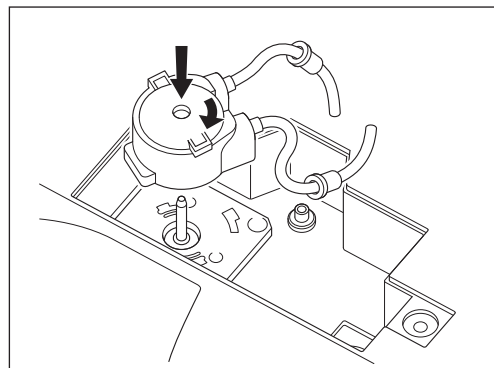

Fig. 54
- 7) Alinhe a bomba de irrigação nova (opção) com o eixo motor. Rode no sentido dos ponteiros do relógio até prender com um clique (Fig. 54).